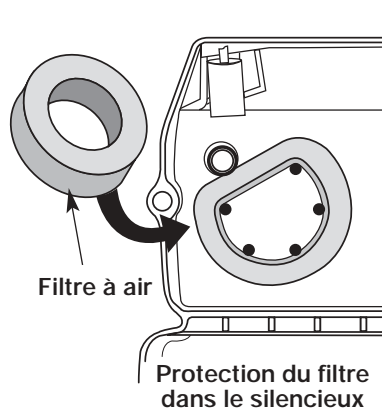

Fig. 48
2. Retournez le couvercle et inspectez l'intérieur pour repérer le filtre à air. Retirez le filtre à air de l'intérieur du couvercle du filtre à air/silencieux (Fig. 48).
6. Remplacez le filtre à air dans le filtre à air/couvercle du silencieux (Fig. 48).